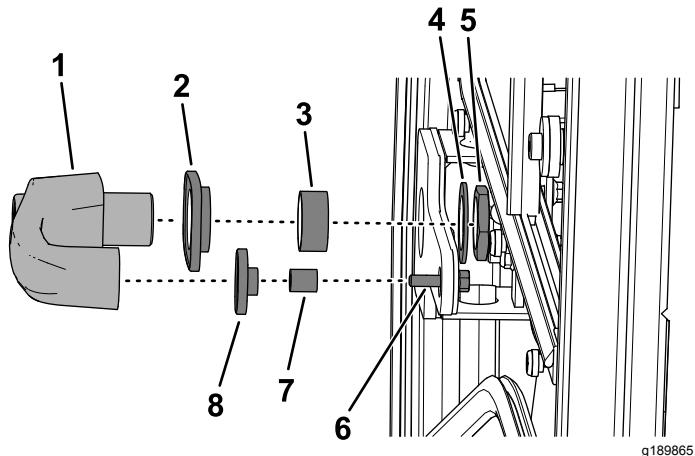

图2
3. 从门把手上卸下安装螺母、垫圈、凸缘头螺丝  $6 \times 25\text{mm}$ 、2个隔片、2个橡胶垫然后取下把手 图2。